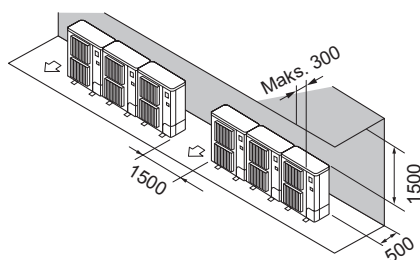

Fig. 2-13
- ② Kun forhindringer bagved og ovenover (Fig. 2-13)